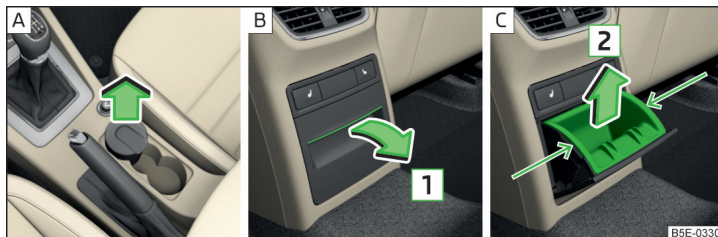

Fig. 89 Extragerea scrumierei față / deschiderea scrumierei spate / extragerea corpului scrumierei spate
- Extrageți scrumiera în sensul săgeții » fig. 89 - [A].
- Trageți de partea superioară a adânciturii și rabatați scrumiera în sensul săgeții [1] » fig. 89 - [B].
- Prindeți corpul scrumierei în zona marcată cu săgeți și extrageți-l în sensul săgeții [2] » fig. 89 - [C].